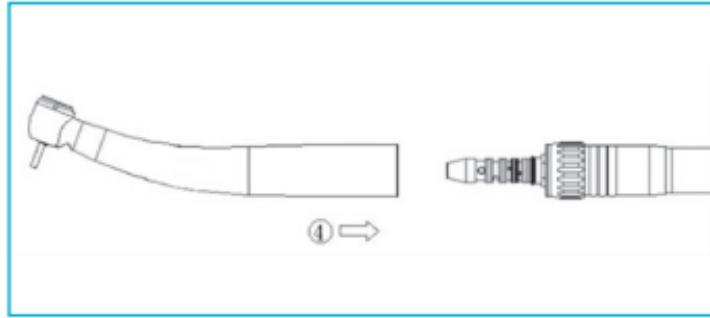

Fig. 6-5
- Monte o dispositivo médico com precisão no acoplamento LED até que este fique bloqueado no dispositivo médico emitindo um ruído (Fig. 6-5④).